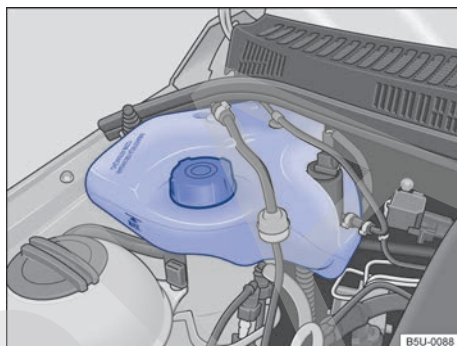

Fig. 132 En el compartimento del motor: depósito de gasolina para el sistema de arranque en frío.
El depósito de gasolina del sistema de arranque en frío se encuentra en el compartimento del motor, del lado derecho → fig. 132.
- Nunca sobrepasar la marca "MÁX" indicada en el depósito → fig. 132.